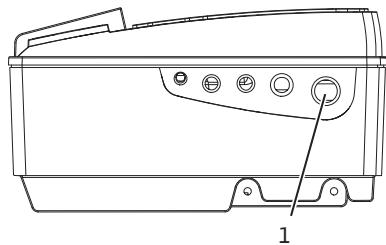

Fig. 18: Prensaestopas M25
- La conexión eléctrica debe realizarse a través de un cable fijo de alimentación eléctrica (sección mín. 4 x 2,5 mm2, máx 4 x 6 mm2) provisto de un enchufe o de un interruptor para todos los polos con una abertura de contacto de al menos 3 mm. Se ha de guiar el cable de alimentación eléctrica a través del prensaestopas (Fig. 18 pos. 1) M 25.
| In1(1) (entrada) | Entrada del valor real   | <p>Tipo de señal: tensión (0-10 V, 2-10 V)Resistencia de entrada: <math>R_i \geq 10 \text{ k}\Omega</math></p> <p>Tipo de señal: corriente (0-20 mA, 4-20 mA)Resistencia de entrada: <math>R_B = 500 \Omega</math></p> <p>Para ajustar sus parámetros, véase menú Servicio &lt;5.3.0.0&gt;. Conectado de fábrica a través del prensaestopas M12 (Fig. 18), mediante (1), (2), (3) según las denominación del cable del sensor (1,2,3).</p>   |